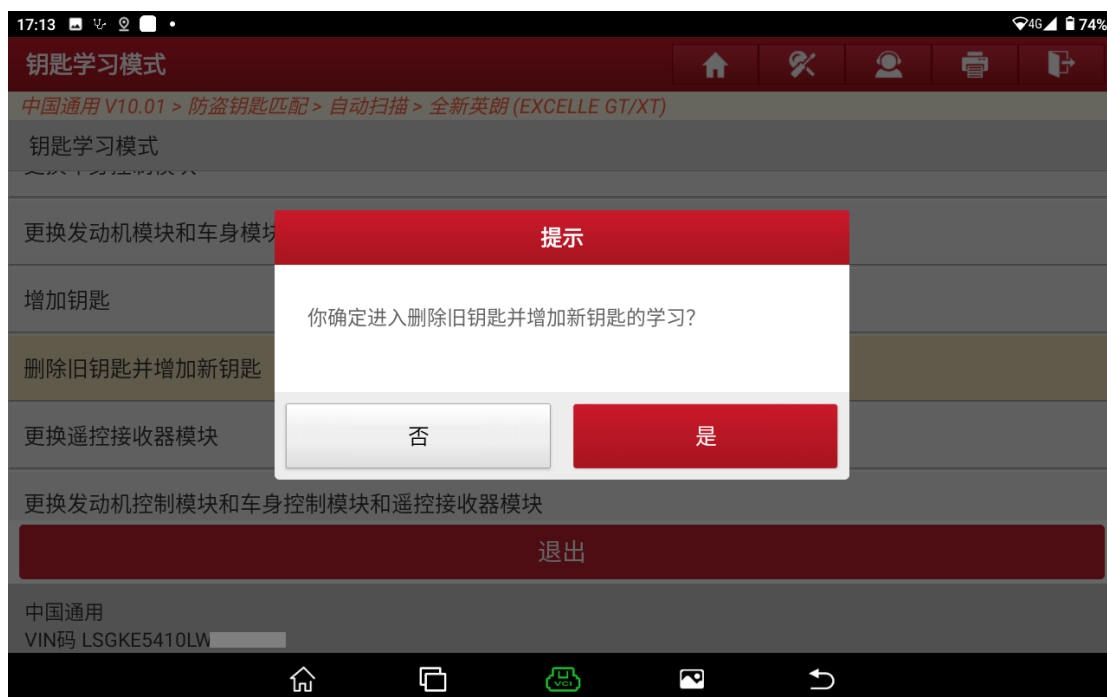

图 9
9. 确定进入删除旧钥匙并增加钥匙的提示，选择是，如图 9：